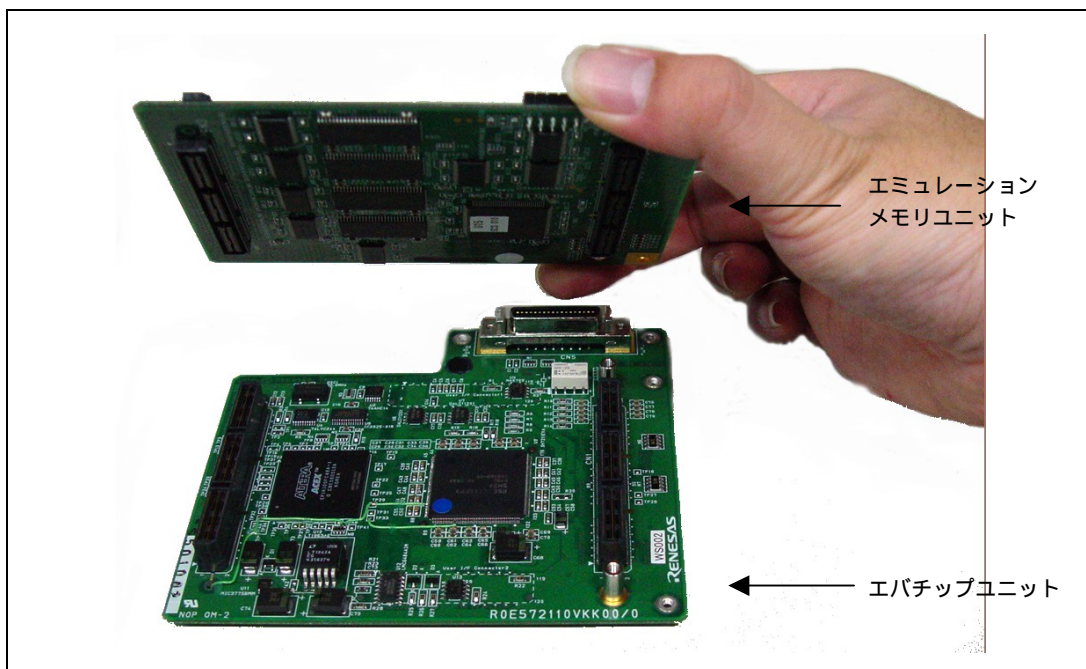

図 2.6 エミュレーションメモリユニットとエバチップユニットの接続方法
- エミュレーションメモリユニットとエバチップユニットを組み合わせでご使用になる場合には、図2.6のようにエミュレーションメモリユニットとエバチップユニットを接続してください。